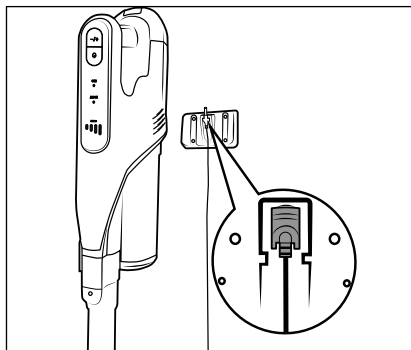

Bild 6
- ◆ Sätt in dammsugaren uppifrån i vägghållaren **18** så att den ihåliga kontakten **11** glider in i laddningsuttaget **3** på dammsugarens undersida. Batteriindikatorn **27** börjar blinka och laddningsprocessen startar (se bild 6 och 7).